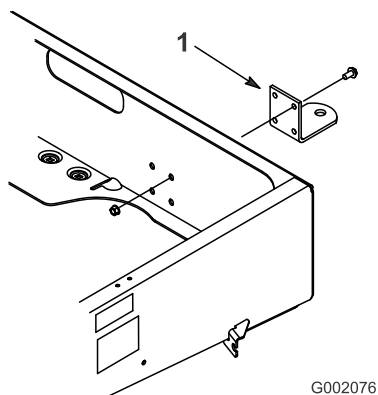

Figura 7
2. Allineate l'attacco di traino ai fori di montaggio sul telaio. Fissate l'attacco di traino con le viti e i dadi (Figura 7).